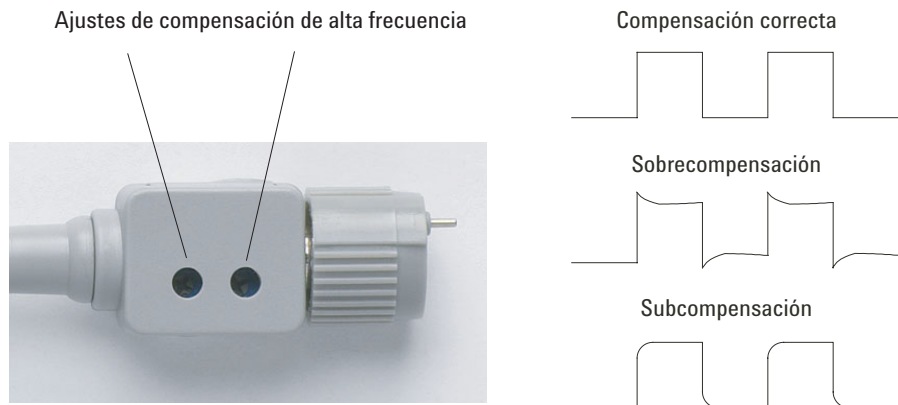

Imagen 5 Compensación de sondas de alta frecuencia
- 4 Si la forma de onda no aparece como la forma de onda bien compensada que se ve en la Imagen 5, utilice una herramienta que no sea de metal para configurar los dos ajustes de compensación de alta frecuencia de la sonda en la onda cuadrada más plana posible.